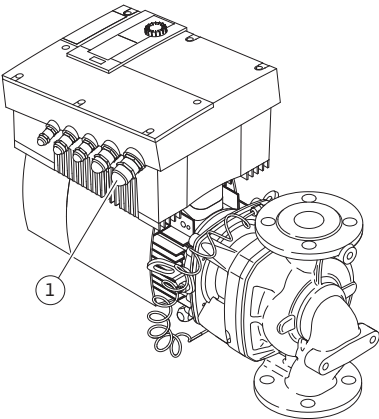

Fig. 30: M25 电缆接头
- 电源连接线应穿过一个 M25 电缆接头（Fig. 30，位置 1）。